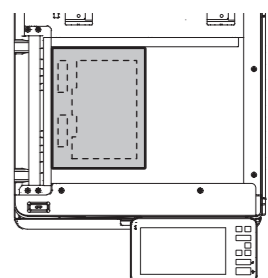

Fig. 4
- Mettez le tableau de test sur la vitre originale et appuyez sur [OK] (Fig.4).
- Legen Sie den Testdruck auf das Vorlagenglas und drücken Sie auf [OK] (Fig.4).
- Coloque la plantilla de prueba sobre el cristal de originales y pulse [OK] (Fig.4).
- 将测试图放在原稿玻璃上, 按 [OK] (Fig. 4)。